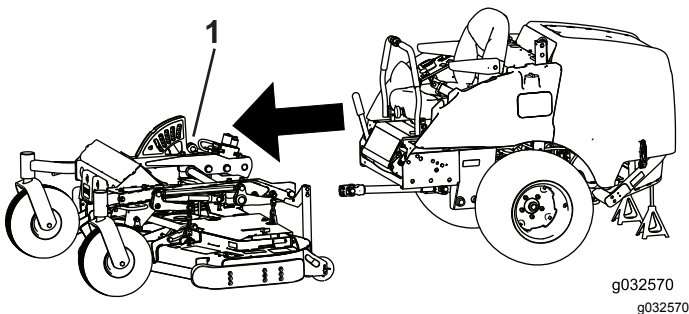

Figura 59
8. Mueva el bastidor de verano hacia adelante y guárdelo para el siguiente cambio estacional (Figura 59).